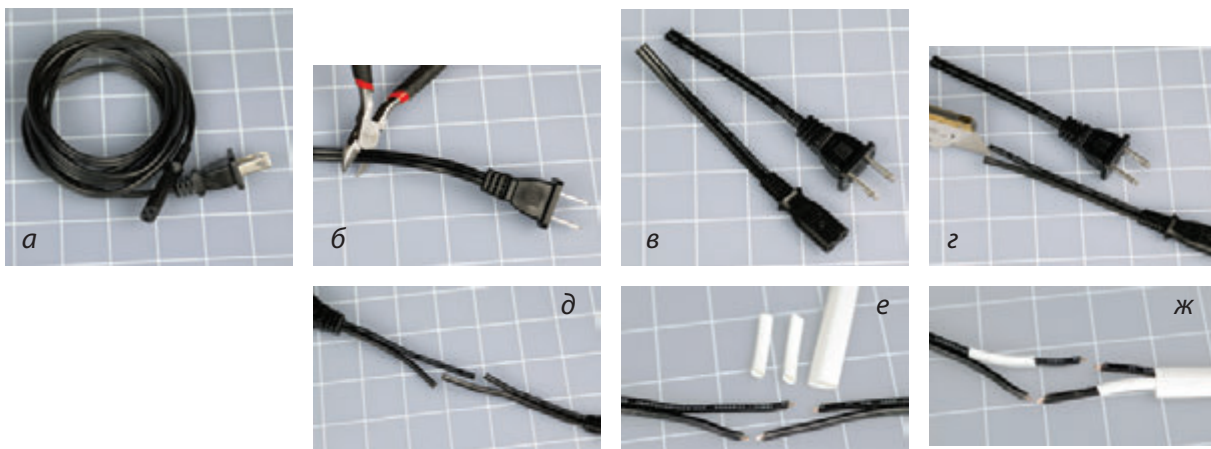

Рис. 3.46. Этот рисунок показывает последовательность подготовительных шагов при укорачивании сетевого шнура блока питания ноутбука
1. С помощью кусачек укоротите сетевой шнур до необходимых размеров (рис. 3.46, *a–b*). Затем универсальным ножом разделите две жилы шнура между собой, а потом откусите их таким образом, чтобы одна жила была короче другой (рис. 3.46, *c–d*). При сращивании сетевого шнура или аналогичного кабеля, который содержит две или более жил, следует избегать ситуации, когда места соединения двух жил будут находиться рядом. Провода лучше монтировать, если места соединений будут смещены относительно друг друга, к тому же при этом уменьшается риск короткого замыкания, если вдруг изоляция будет повреждена.
- Отрежьте два кусочка термоусадочной трубки, каждый длиной 1" (25 мм), что по длине вполне достаточно для закрытия разделенных жил вашего шнура. Кроме того, отрежьте еще кусочек трубки большего диаметра длиной около 2" (50 мм). Этого хватит, чтобы изолировать оба участка разрезанных проводов (рис. 3.46, е).
- Теперь нужно выполнить самую трудную часть — включить вашу память. Вы должны запомнить, что надо надеть трубку на провод до того, как будете выполнять пайку (рис. 3.46, ж), поскольку позднее вилки на концах проводов не дадут вам возможности надеть какую-либо термоусадочную трубку. Если вы так же забывчивы, как и я, то для вас будет очень затруднительно вспоминать об этом каждый раз, когда в этом есть необходимость.